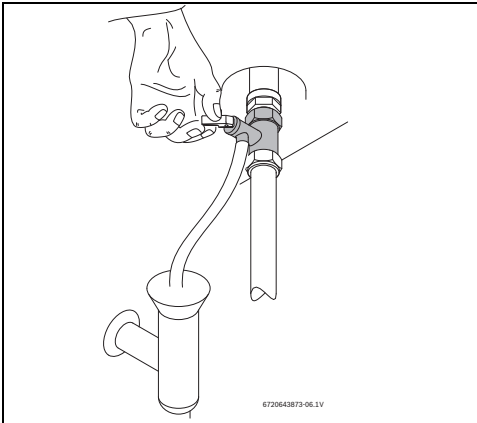

Fig. 10 Apertura manual de la válvula de seguridad
- ▶ Abrir la válvula de seguridad (Fig. 10).
- ▶ Abrir manualmente la válvula de seguridad al menos una vez al mes (Fig. 10).